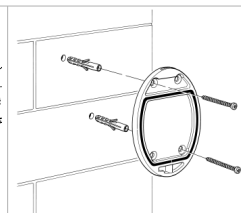

Fig. 3
- Enlever le fond du sélecteur numérique et le fixer au mur avec les vis Fig.3